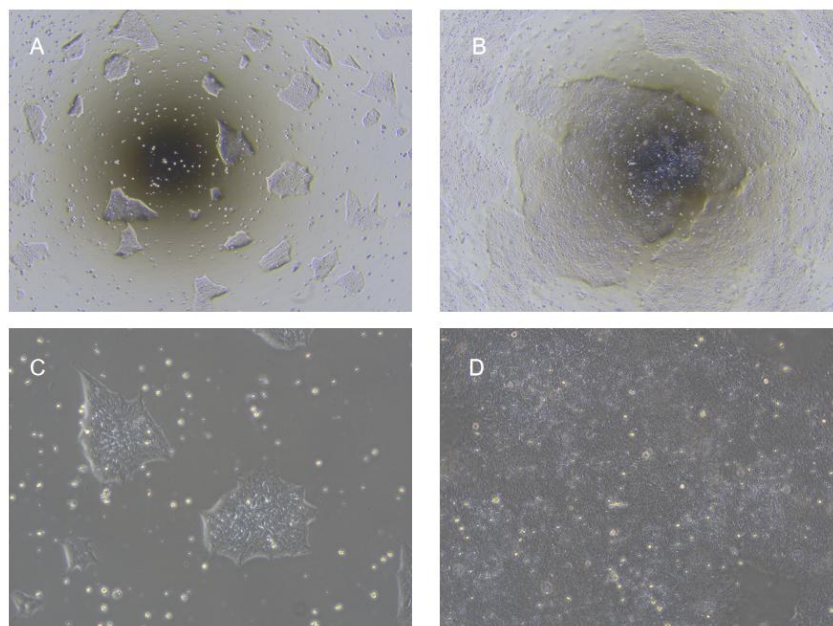

图 1. hESC/iPSC 完全培养基连续培养 hiPSC 细胞形态图：（A）和（B）分别为 hiPSC 细胞培养第 2 和 4 天时低倍镜 hiPSC 培养形态图示，（C）和（D）为培养至第 2 和 4 天时的高倍镜 hiPSC 培养形态图。
1. 传代条件：① 细胞汇合度达 85%左右（如图 1(C-D)所示），一般情况下每 3-4 天传代；
② 细胞汇合度较高，集落变得过于密集或过大；③细胞集落分化增多。
2. 传代比例：可根据细胞生长状态和实验需要按 1:5-1:12 的比例进行传代，如果细胞正常，克隆团汇合度 85%，大小均匀（如图 1(B-D)所示），建议按照 1:8 进行传代，如果密度偏低，则可降低传代比例；密度偏高，则增加传代比例。
1. 当细胞汇合度达 85%左右（如图 1(B-D)所示）可收获冻存，一般 6 孔板每孔可冻存 1 管。